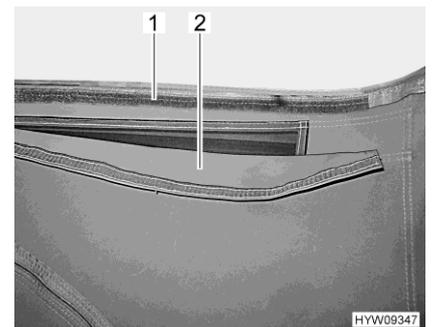

Bild 60 Lüftung (geöffnet)
- Stoffflasche (Bild 60,2) nach oben ziehen und am Klettband (Bild 60,1) andrücken.